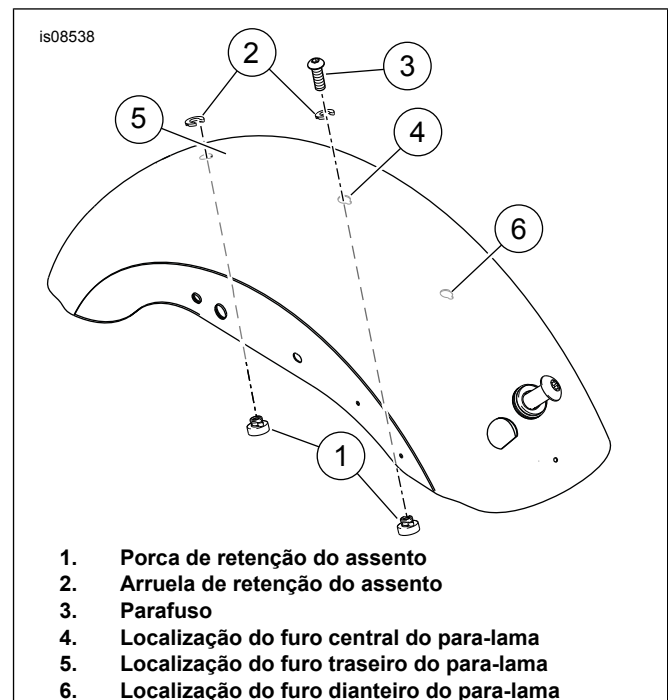
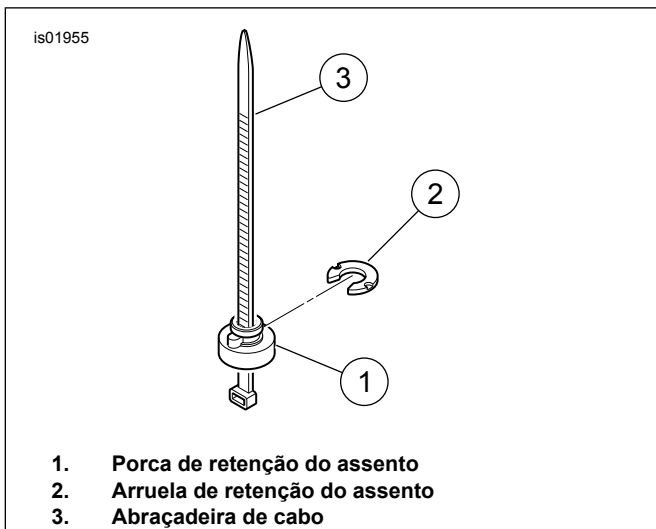

Figura 1. Localização da porca de retenção e da arruela do assento
Figura 2. Porca de retenção, arruela e ferramenta do assento
- a. **Para modelos XL 883N, XL 1200V e XL 1200X:** Veja Figura 1 e Figura 4. Remova o parafuso (3) do furo traseiro (5). Guarde o parafuso para instalação. Monte o assento usando a arruela guia (número de peça 7487) debaixo da guia de montagem do assento. Monte o assento usando o parafuso existente (número de peça 3085) no furo do parafuso traseiro. Aperte com torque de 2,3–4,5 N·m (20–40 in-lbs).
- b. Suporte de montagem (número de peça 5176-97A) também pode ser usado. **Para modelos XL 883L:** Veja Figura 1. Instale o kit de retenção do assento no para-lama traseiro (5). Veja Figura 2. Uma abraçadeira (3) pode ser usada como ferramenta de instalação. Coloque a porca de retenção (1) sobre a abraçadeira. Posicione para que a extremidade larga da porca permaneça no olhal da abraçadeira. Rosqueie a abraçadeira por baixo do pára-lama e através do furo do pára-lama. Puxe a abraçadeira para manter a porca bem apertada contra o lado de baixo do para-lama. Monte o assento usando o parafuso do assento original. Aperte com torque de 2,3–4,5 N·m (20–40 in-lbs).
- a. Veja Figura 1. Se a porca de retenção estiver instalada no furo intermediário (4). Monte o assento usando o parafuso do assento original. Aperte com torque de 2,3–4,5 N·m (20–40 in-lbs).
- b. Veja Figura 1. Instale o kit de retenção do assento no para-lama intermediário (4). Veja Figura 2. Uma abraçadeira (3) pode ser usada como ferramenta de instalação. Coloque a porca de retenção (1) sobre a abraçadeira. Posicione para que a extremidade larga da porca permaneça no olhal da abraçadeira. Rosqueie a abraçadeira por baixo do pára-lama e através do furo do pára-lama. Puxe a abraçadeira para manter a porca bem apertada contra o lado de baixo do para-lama. Monte o assento usando o parafuso do assento original. Aperte com torque de 2,3–4,5 N·m (20–40 in-lbs).